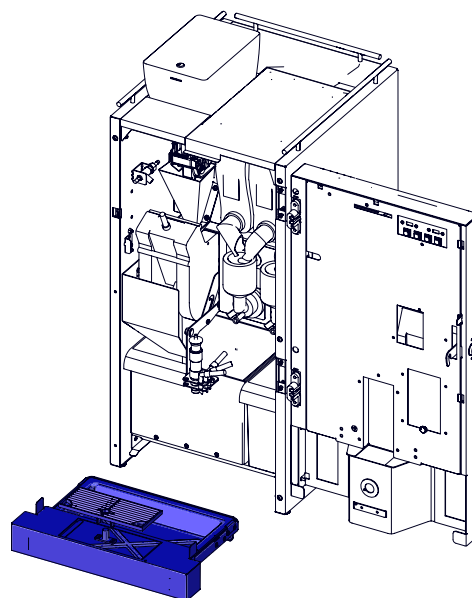

Рисунок 2.3
2.1.4 Поддон для капель и решётка поддона (см.рис.2.3)